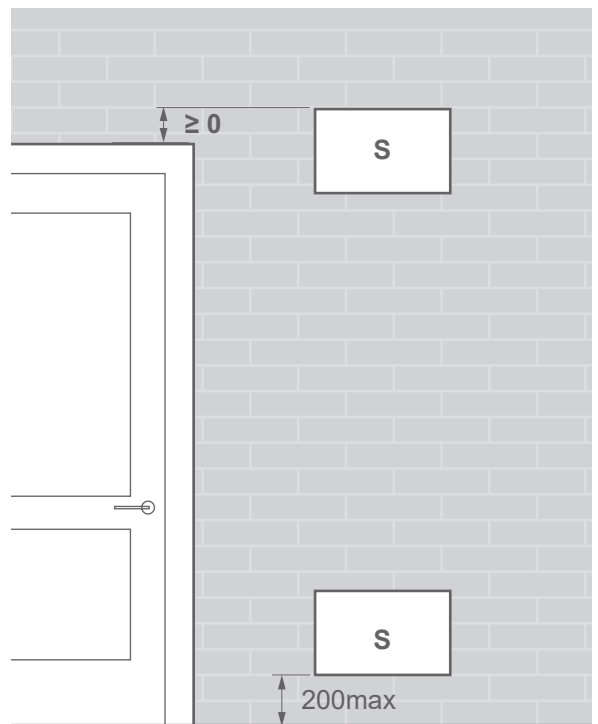

fig. 22 - Position des ouvertures pour la ventilation
Conformément à la norme **EN 378-1 -2017** (exigences de sécurité et d'environnement des PAC), le module hydraulique de la PAC ainsi que toutes les liaisons frigorifiques qui traversent le domaine habité doivent être installés dans des pièces respectant le volume minimal ci-après (voir *fig. 22*) :
- Le local bénéficie d'une aération naturelle vers une autre pièce dont la somme des volumes des deux pièces est supérieur à "charge totale fluide" (en kg) / 0.3kg/m³. Les aérations entre les deux pièces étant assurée par des ouvertures d'au moins : voir *fig. 22 et fig. 23*.